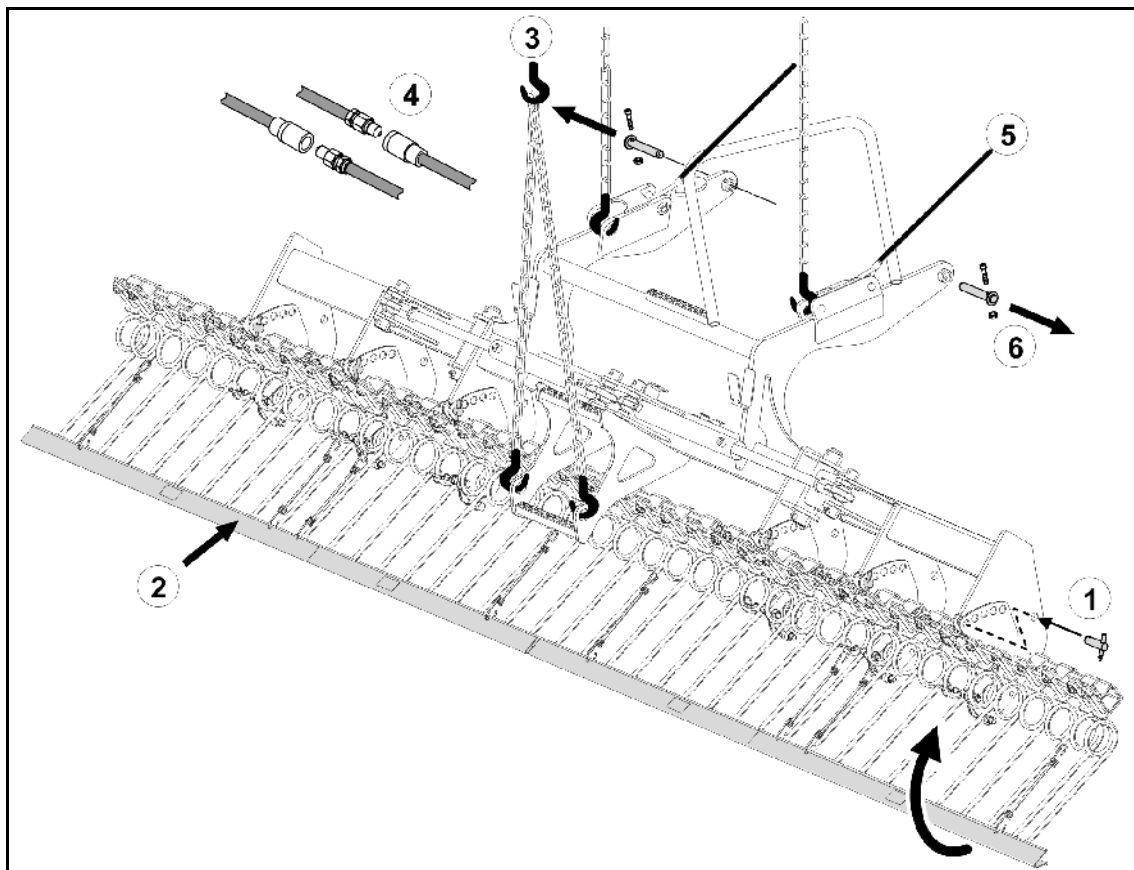

Fig. 43
1. Levantar las unidades de rastrillo, fijar con bulón en la perforación y asegurar con pasador clavija (Fig. 43/1).
2. Montar barras de seguridad vial (Fig. 43/2).
3. Colgar el rastrillo trasero en una grúa elevadora utilizando los cuatro puntos de sujeción (Fig. 43/3).
4. Desacoplar los acoplamientos hidráulicos y cerrarlos con tapas guardapolvo (Fig. 43/4).
5. Soltar los cables metálicos en la máquina (Fig. 43/5).
6. Retirar los dos bulones del rastrillo trasero (Fig. 43/6).